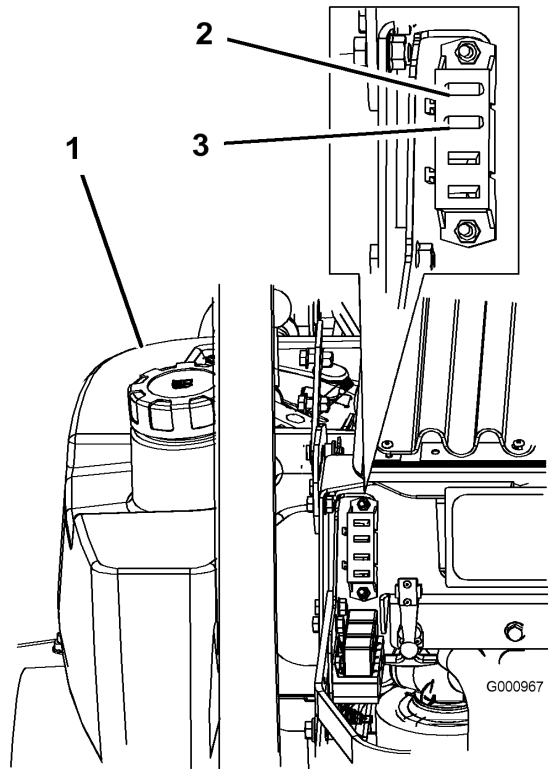

Figura 45
1. Desenganche el capó del motor y levántelo para tener acceso al portafusibles (Figura 45).
3. Instale un fusible nuevo (Figura 45).